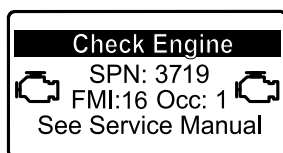

Рисунок 41
- Если необходима регенерация с парковкой, инфо-центр отображает предупреждение по двигателю SPN 3719, FMI 16 (Рисунок 41) и компьютер двигателя снижает его мощность до 85%.